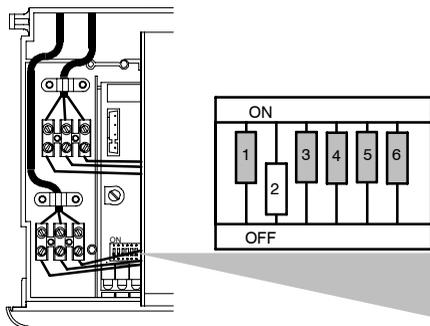

fig. 9.21
- 2 Togliere alimentazione elettrica alla caldaia, settare i DIP switch della scheda come rappresentato in fig. 9.21